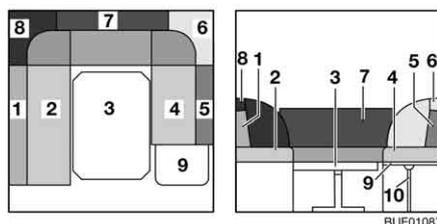

Fig. 108 Durante la transformación
- Introducir el apoyo (Fig. 108,10) en el alojamiento en la prolongación del armazón de la cama.
- Quitar los cojines del respaldo (Fig. 108,1, 5, 6, 7 y 8) y ponerlos a un lado.